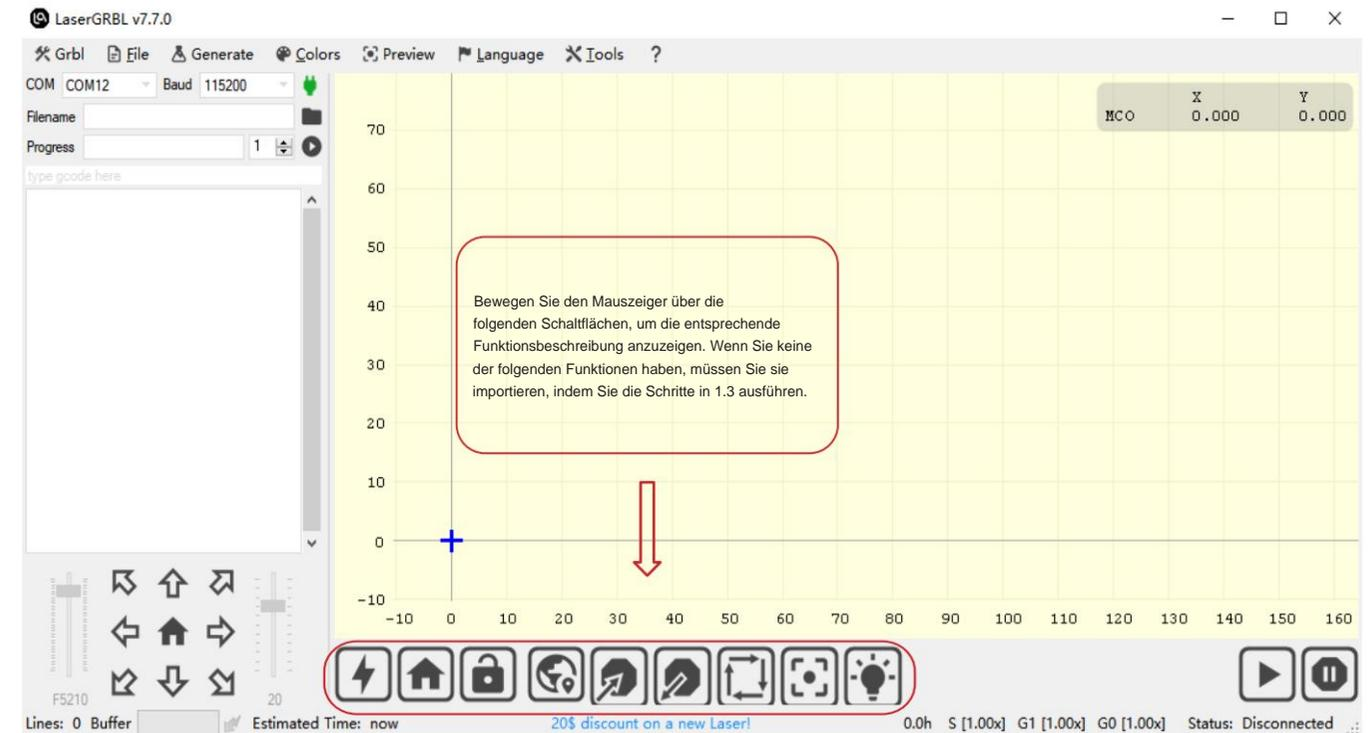

Abbildung 2 Schnittstelle von LaserGRBL
• Die installierte Software ist in Abbildung 2 dargestellt.